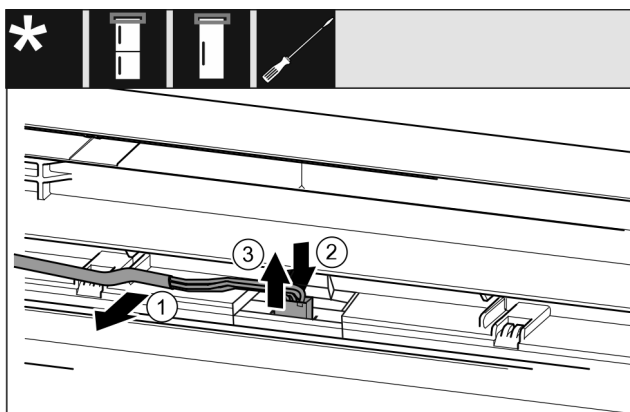

Fig. 24 Kühl-/Gefrierkombinationen / Gefriergeräte / Kühlgeräte*
- ▶ Kabel Fig. 24 (1) vorsichtig aus der Führung in der Tür lösen.*
- ▶ Lasche Fig. 24 (2) hinter dem Stecker nach hinten drücken.*
- ▶ Stecker Fig. 24 (3) vorsichtig nach oben herausziehen.*